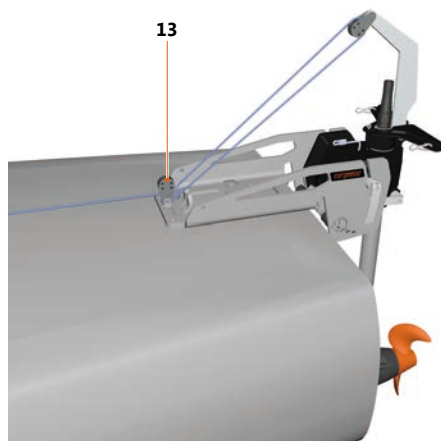

Fig. 65: Aparejo de los modelos 1103 AC
1. Enganche el mosquetón del cabo de basculación (11) en el brazo basculante (12).
2. Pase el cabo de basculación (11) por una de las dos guías (10).
Para el modelo 1103 AC, el cabo de basculación (11) debe pasarse por el aparejo, véase **"Fig. 65: Aparejo de los modelos 1103 AC"**.
3. Fije la bola negra en el extremo anterior del cabo de basculación (11).